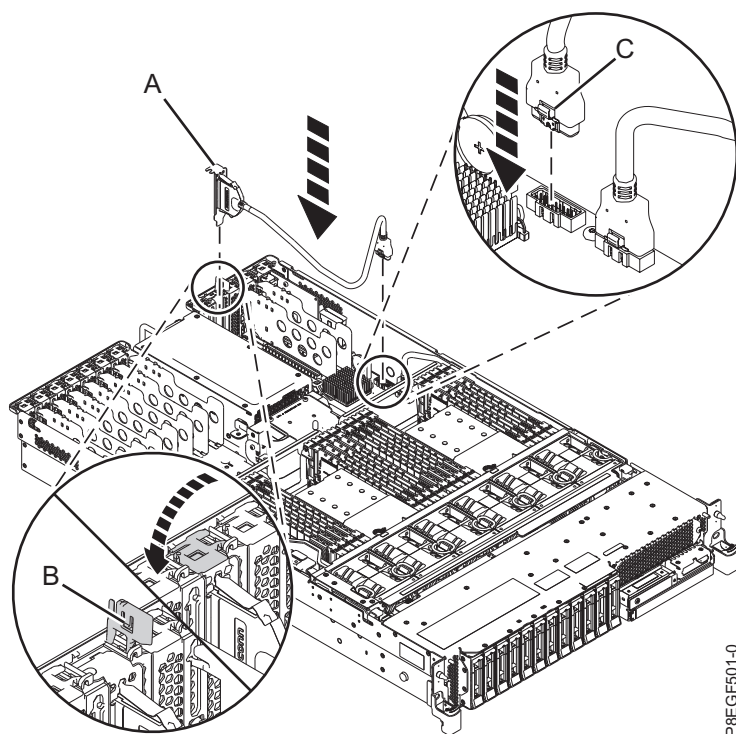

Figura 2. Sustitución del cable USB posterior
2. Inserte el alojamiento del cable USB posterior (**A**) en la ranura del adaptador PCI P1-C4 situada en la parte posterior del sistema, como se muestra en la Figura 2 en la página 5.